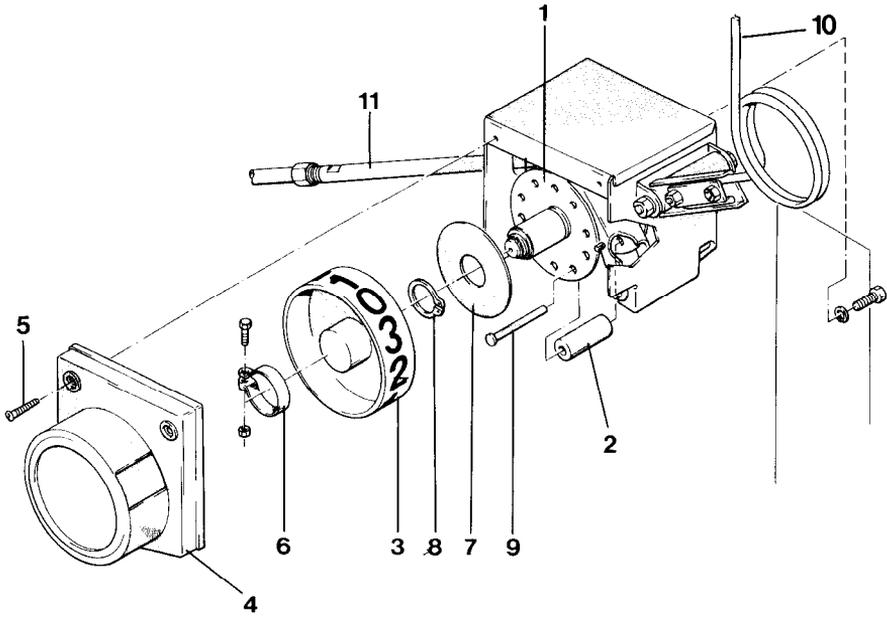

Fig. 112
Es sind lediglich die Schaltrollen (Fig. 112/2) umzustecken bzw. zu ergänzen. Dies ist auch bei angebautem Schaltkasten an der Drillmaschine möglich.
- Schutzdeckel (Fig. 112/4) nach dem Lösen der zwei Blechsrauben (Fig. 112/5) abnehmen.
- Schelle (Fig. 112/6) lösen und mit dem Anzeigerad abziehen.
- Die Sicherungsscheibe (Fig. 112/7) ist nach dem Entfernen des Sicherungsringes 24x1,2 (Fig. 112/8) abzunehmen.
- Die freiliegenden Schaltrollen (Fig. 112/2) lassen sich nun anhand der Fig. 113 umrüsten, nachdem die Bolzen (Fig. 112/9) herausgezogen sind.
- Sicherungsscheibe (Fig. 112/7) und Sicherungsring (Fig. 112/8) montieren.
- Anzeigerad (Fig. 112/3) mit neuem Kontrollstreifen (Fig. 114) versehen und auf dem Teilungsrad mit Hilfe der Schelle (Fig. 112/6) befestigen.
- Schaltkasten an der Bedienungsfeder (Fig. 112/10) durchschalten, bis das Klemmrohr (Fig. 112/11) durch eine Schaltrolle (Fig. 112/2) angezogen und gehalten wird. Der Schutzdeckel (Fig. 112/4) wird an den Schaltkasten gehalten und das Anzeigerad (Fig. 112/3) soweit verdreht, bis die Zahl „0“ am Fenster des Schutzdeckels zu sehen ist.
- Anzeigerad (Fig. 112/3) mit der Schelle (Fig. 112/6) festklemmen und den Schutzdeckel (Fig. 112/4) montieren.
- Schaltkasten an der Bedienungsfeder (Fig. 112/10) durchschalten, bis sich das Anzeigerad (Fig. 112/3) mindestens dreimal vollständig gedreht hat und überprüfen, ob der Schaltkasten ordnungsgemäß arbeitet, d.h. in jeder „0“-Stellung das Klemmrohr (Fig. 112/11) anzieht.